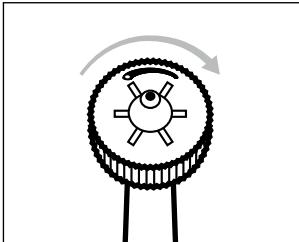

Rys. 4
- ◆ Obróć regulator dyszy ① palcami w lewo w celu ustawienia pojedynczego strumienia do precyzyjnego usuwania resztek pokarmu w trudno dostępnych miejscach (patrz rys. 4 i 5).